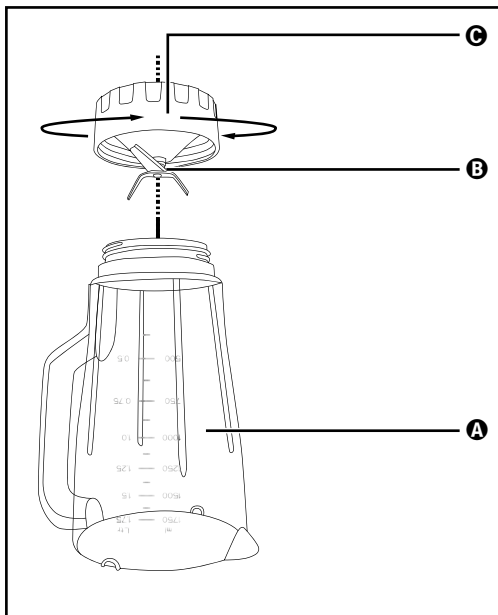

Abb. 3
- 2) Coloque o aparelho de cabeça para baixo e rode a peça de plástico inferior **C** do copo misturador ❸, no sentido contrário ao dos ponteiros do relógio, de modo que a peça de plástico superior **A** do copo misturador ❸ se possa soltar (ver fig. 3).